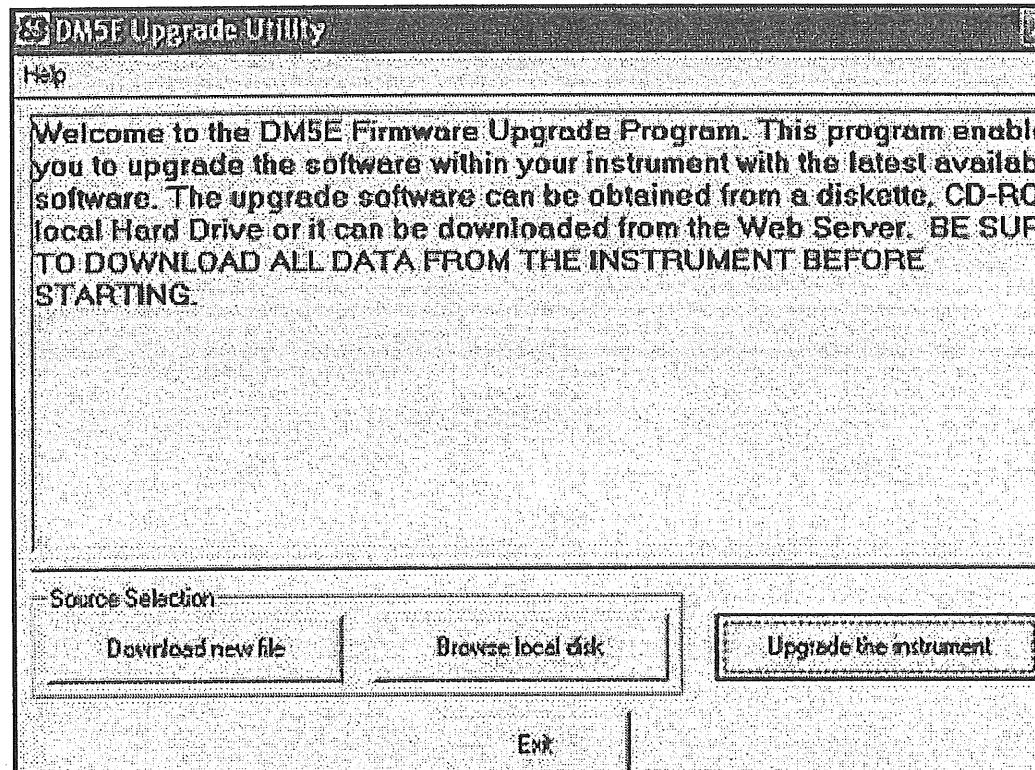

図 21: パラメータ設定の変更
2. アップグレードユーティリティプログラムを立ち上げます。MS Windows をご使用の場合、スタートボタンから [ファイル名を指定して実行] をクリックし、DM5E アップグレードユーティリティを選択します（図 21）。